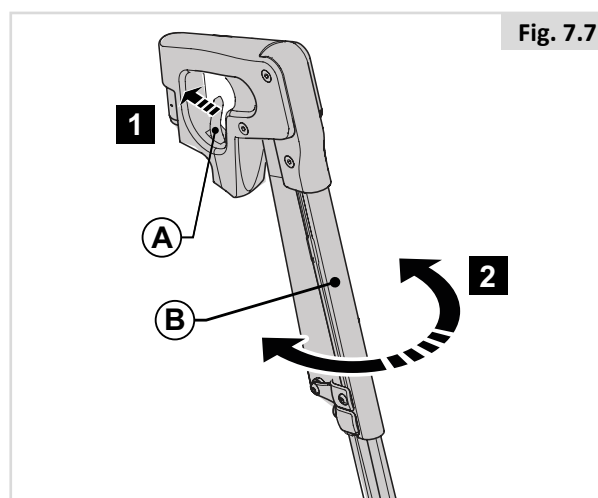

Fig. 7.7
7.6 Apoios de pés articulados (Fig. 7.7)